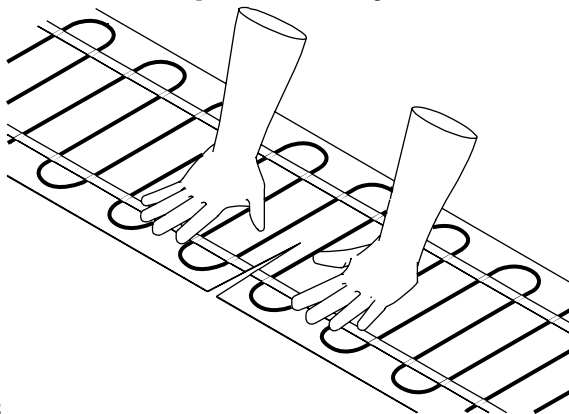

Figure 4.4.2
- Si des ondulations surviennent dans le treillis, pratiquer une entaille au centre de la partie ondulée du treillis et aplatir les rebords (figure 4.4.2).